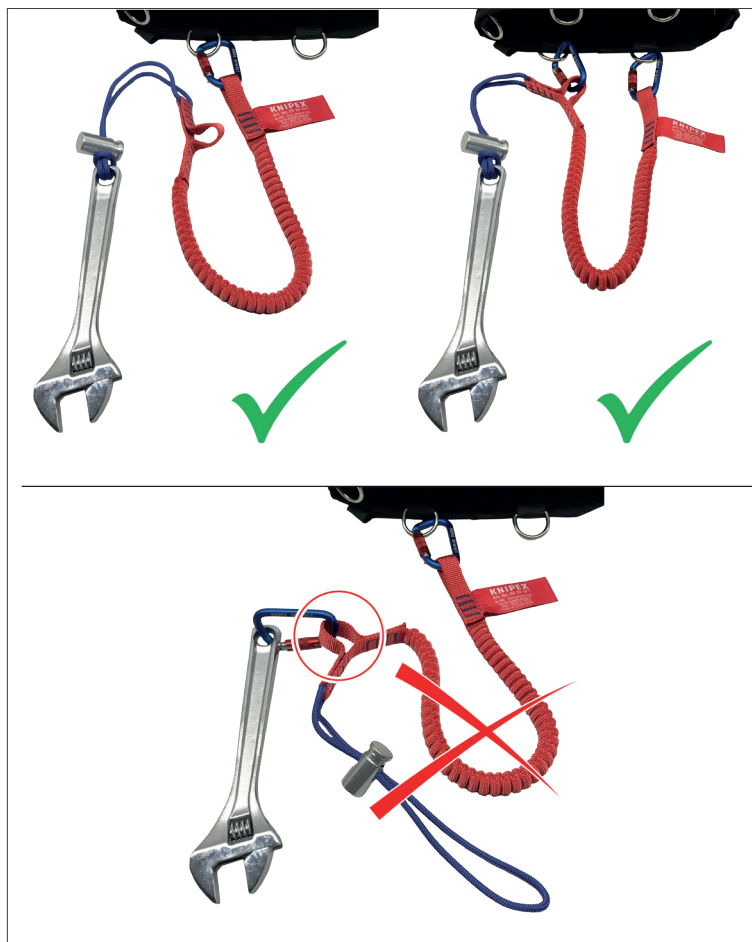

Figure 10 : Liaison raccourcie
- N'utilisez pas la boucle pour réaliser une liaison raccourcie aux outils de fixation (figure 10).
- N'utilisez jamais le passant de ceinture plate pour réaliser des liaisons raccourcies (voir la figure 10).
Ce passant de ceinture plate destiné aux liaisons raccourcies ne doit jamais être utilisé pour la protection antichute d'un outil (voir la figure 10).